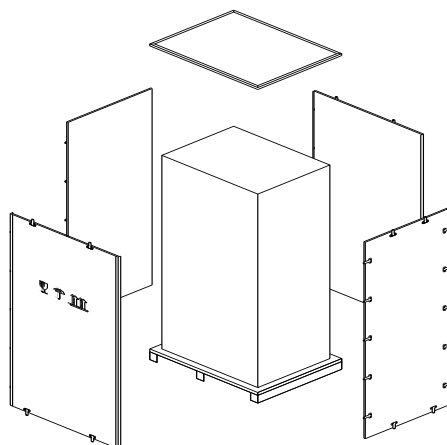

Рис.2-5 Снятие упаковки
3. Снимите упаковку (см. Рис.2-5).